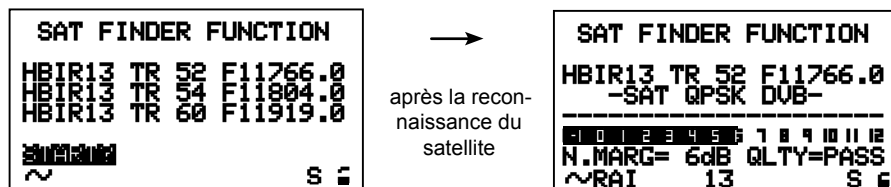

Fig. 10.1 Sat Finder: lorsque le satellite est reconnu, le buzzer se déclenche
- L'écran se modifie alors et montre la mesure de la Marge de Bruit au moyen d'une barre graphique et d'une valeur numérique. Voir fig. 10.1